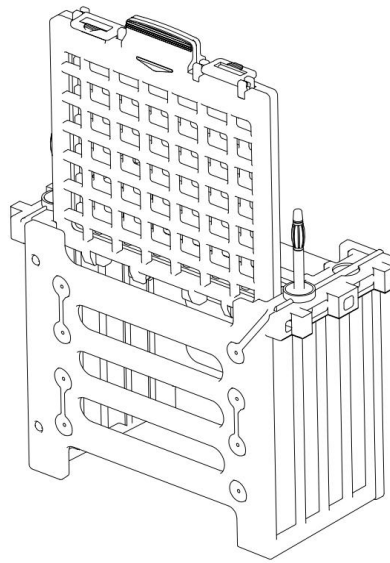

图 3 将装配好的转印夹插入转印芯中
- (4) 合上转印夹并夹紧，注意请勿移动三明治结构，用白色滑块锁住转印夹；
- (5) 重复上述步骤制备另一个转印三明治，将装配好的转印夹插入转印芯中(参照图 3)；